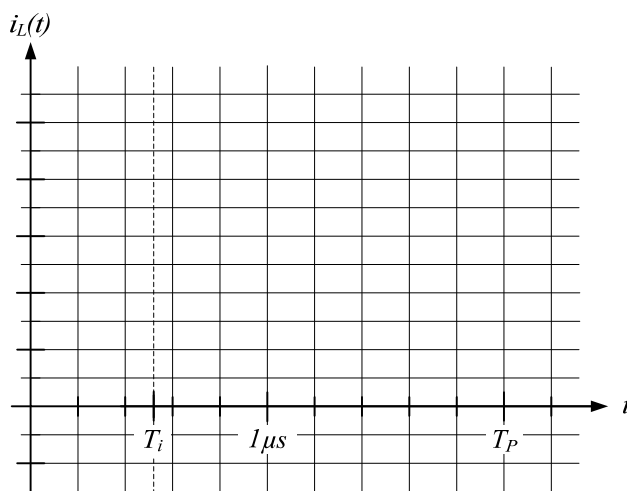

Abb. 2: Verlauf von $i_L(t)$.
- 3) Die relative Einschaltzeit $D = T_i/T_P$ betrage wiederum $D = 0.275$. Skizziere in **Abb. 2** den Zeitverlauf des Stromes i_L durch die Induktivität L und gebe den auftretenden Spitzenwert I_{Lmax} an. Die Kapazität C kann hierbei als sehr gross vorausgesetzt, d.h. die Ausgangsspannung als konstant angenommen werden.